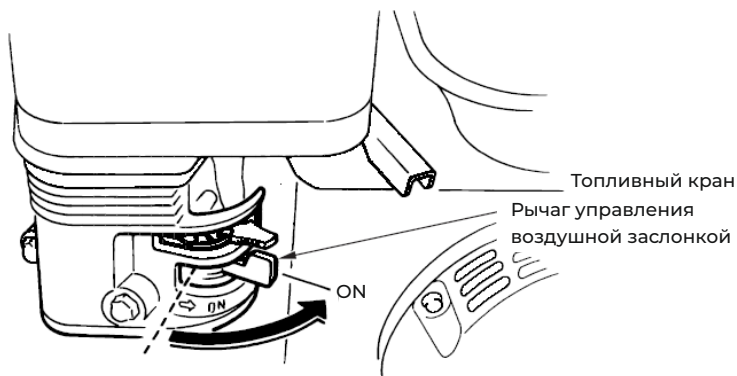

Рис. 12
1. Переведите кран в положение ON-включено (рис. 12);